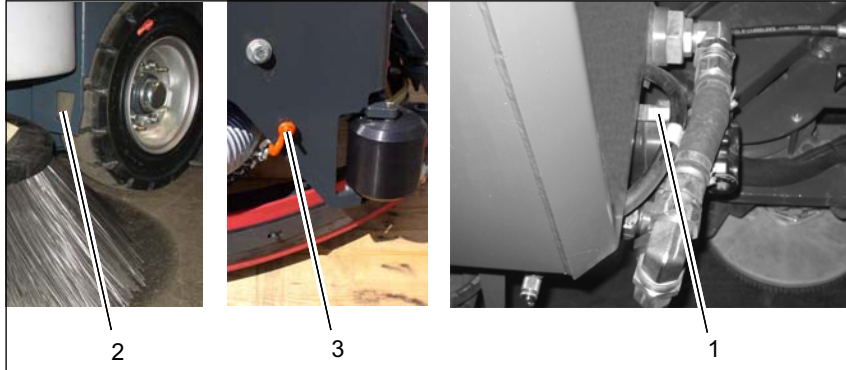

Abb.2
Beide Vorderseiten der Radkästen sind mit einer Öffnung (Abb. 2/2) versehen, die zum Festgürten des vorderen Maschinenteils vorgesehen ist. Den hinteren Maschinenteil mit einem Haken oder einer Öse (Abb. 2/3) sichern.
3. Den Hebel (Abb. 2/1) des Bypassventils im Uhrzeigersinn um 90° drehen.